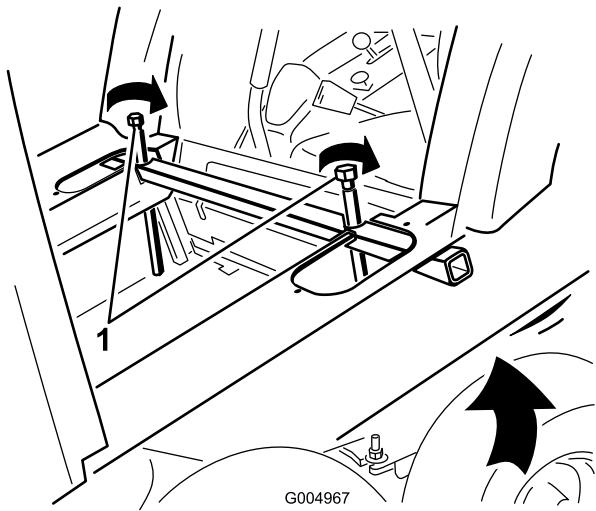

Figure 82
34. Soulevez l'arrière de la cabine juste assez pour qu'il passe le dossier du siège en serrant petit à petit les boulons de levage (Figure 82) lentement et de manière identique de chaque côté du tube de levage de la cabine.